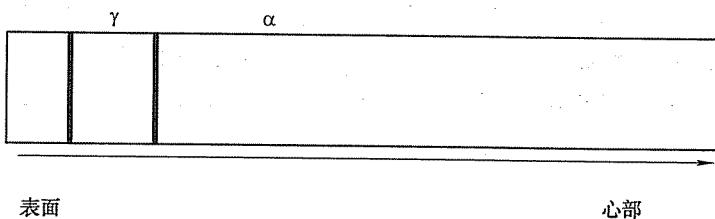

图 11-4 第三题第 7 小题解答图
7. $w_C = 0.1\%$ 合金齿轮渗碳后的组织分布示意图如图 11-4 所示。